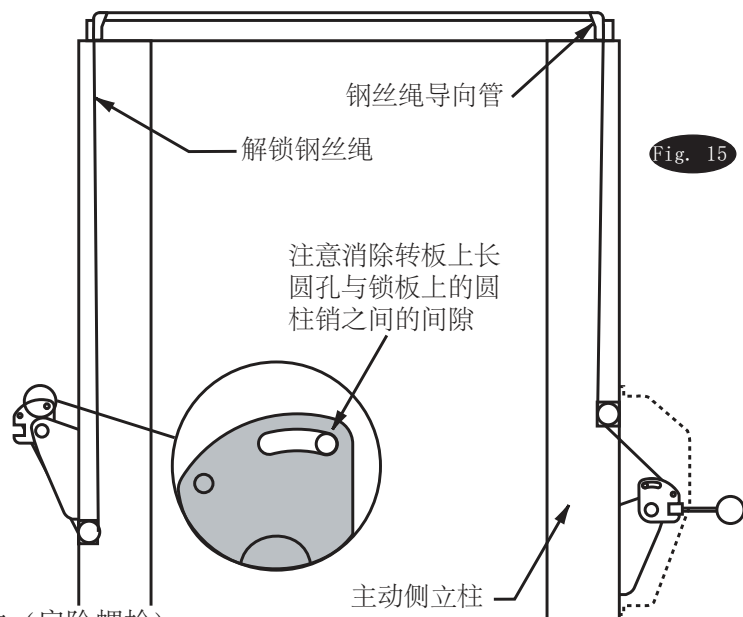
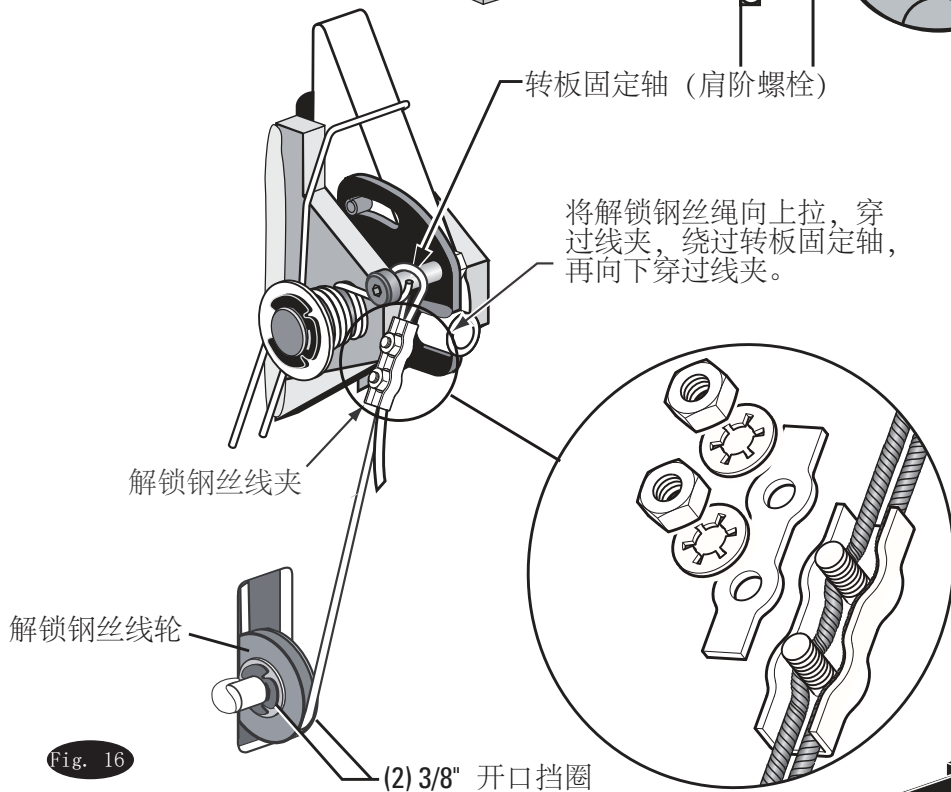

Fig. 15
Fig. 16
- F) 将钢丝绳向下拉，从立柱下方的线轮上绕出，让钢丝绳末端位于立柱背部外面。 Fig. 16。
- G) 确保钢丝绳绕在线轮下方的线槽内， Fig. 16。
- I) 在从动侧将钢丝穿入线夹一侧，绕在转板固定轴上，穿回线夹另一侧， Fig. 16。重新安装好线夹并轻轻固定。
- J) 下一步，将转板拉下， Fig. 15 & Fig. 16，消除转板长圆孔和锁板上圆柱销之间的间隙， Fig. 15。